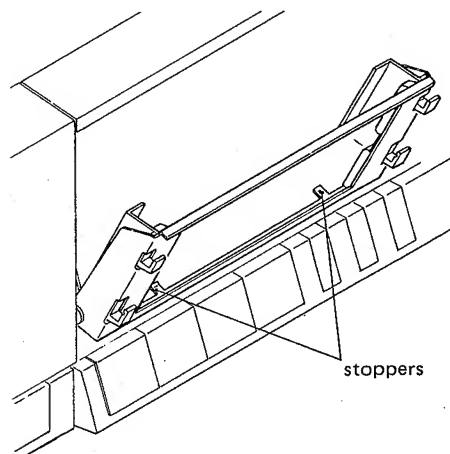

Fig. 4-9
Notes: • Head check jig A should be inserted with its edge set on the stoppers at the bottom of the cassette holder (Fig. 4-9).
- ヘッド治具Aはその底端部がカセット・ホルダのストッパにて支持されるように入れること (図4-9)